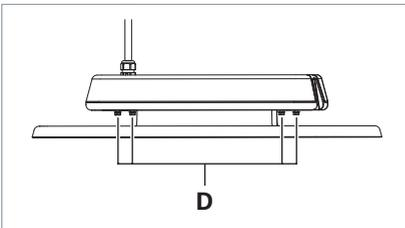

Fig. 9: Desatornillamiento de los tornillos.
- ▶ Suelte los cuatro tornillos **D** en la luminaria, véase Fig. 9.